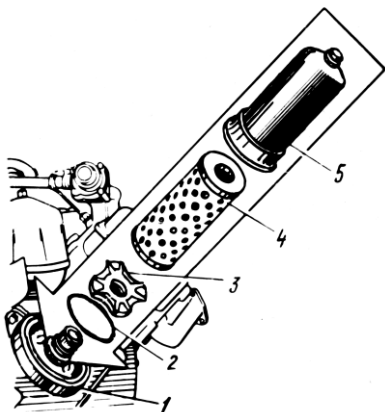

Рис. 54. Масляный фильтр:
- 2 Отвернуть полностью и снять колпак 5 (рис. 54) фильтра.